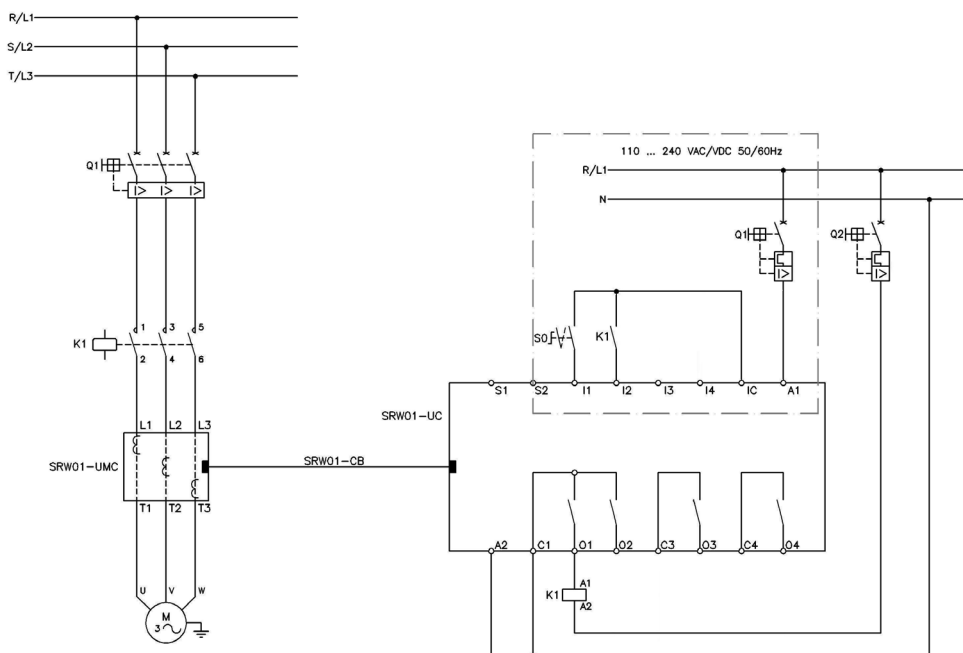

Figura 5.2 - Esquema de ligação para o Modo de Operação Transparente utilizando entradas digitais em 24 Vcc
O esquema da figura 5.2 apresenta um exemplo da utilização da Unidade de Controle (UC), no modo de operação Transparente com acionamento através das entradas digitais em 24 Vcc, em que na programação Ladder a entrada digital I1 liga/desliga o motor, a entrada digital I2 é utilizada como sinal de Check Back e a saída digital O1 aciona o motor.